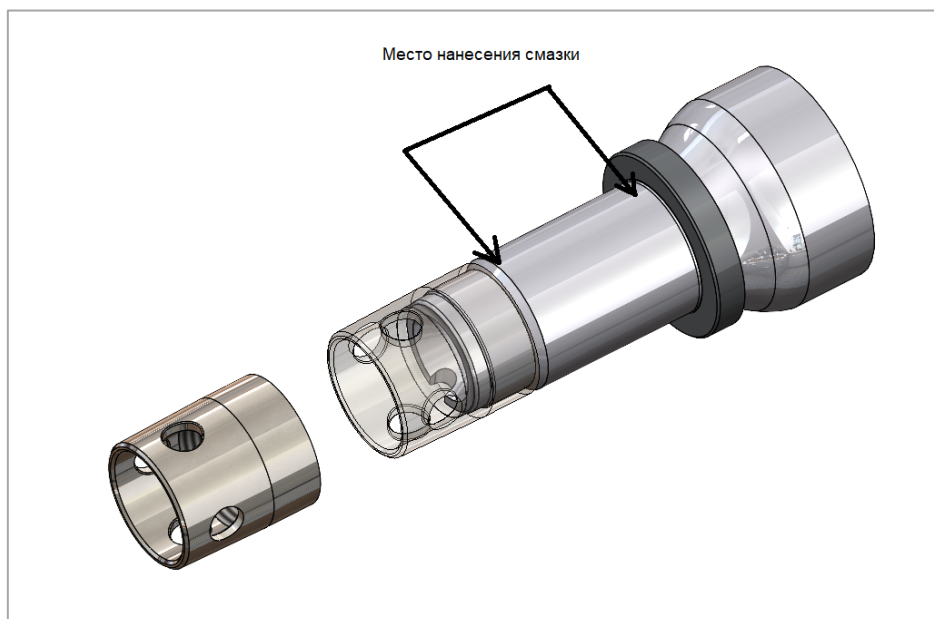

Рис. 13. Место нанесения смазки
2) Нанесите тонкий слой антифреттинговой смазки 85% на цапфу, остаток 15% используйте ближе к упорному кольцу (рис. 13)